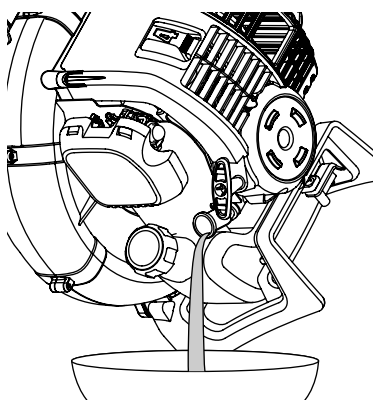

Fig. 21
2. Versez l'huile de l'orifice de remplissage dans un récipient en inclinant l'appareil à la verticale (Fig. 21). Allouez assez de temps pour une vidange complète.